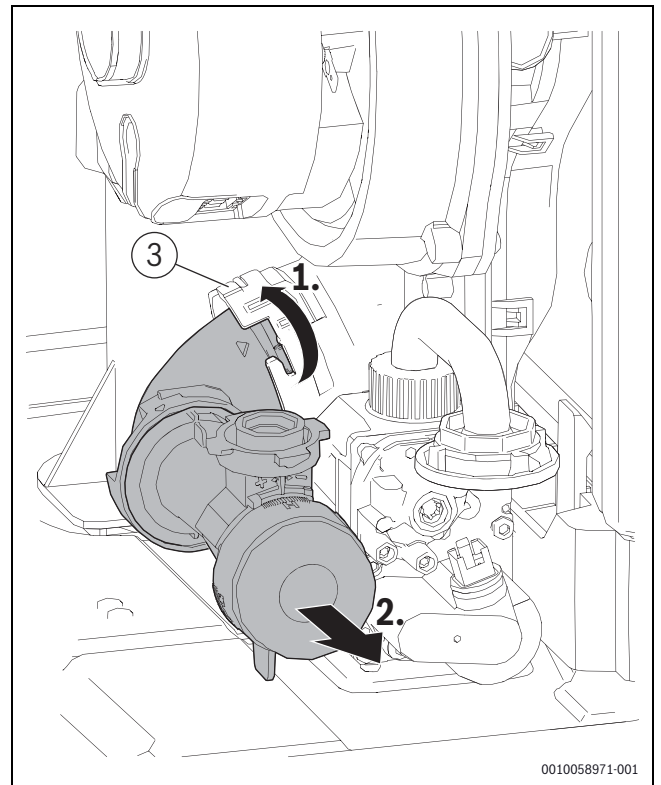

Bild 81 Einstelldüse ausbauen
- ▶ Einstelldüse wieder am Venturirohr [3] befestigen. (→Bild 81, Seite 61).
- ▶ Einstelldüse wieder am Venturirohr [3] befestigen (→Bild 81, Seite 61).